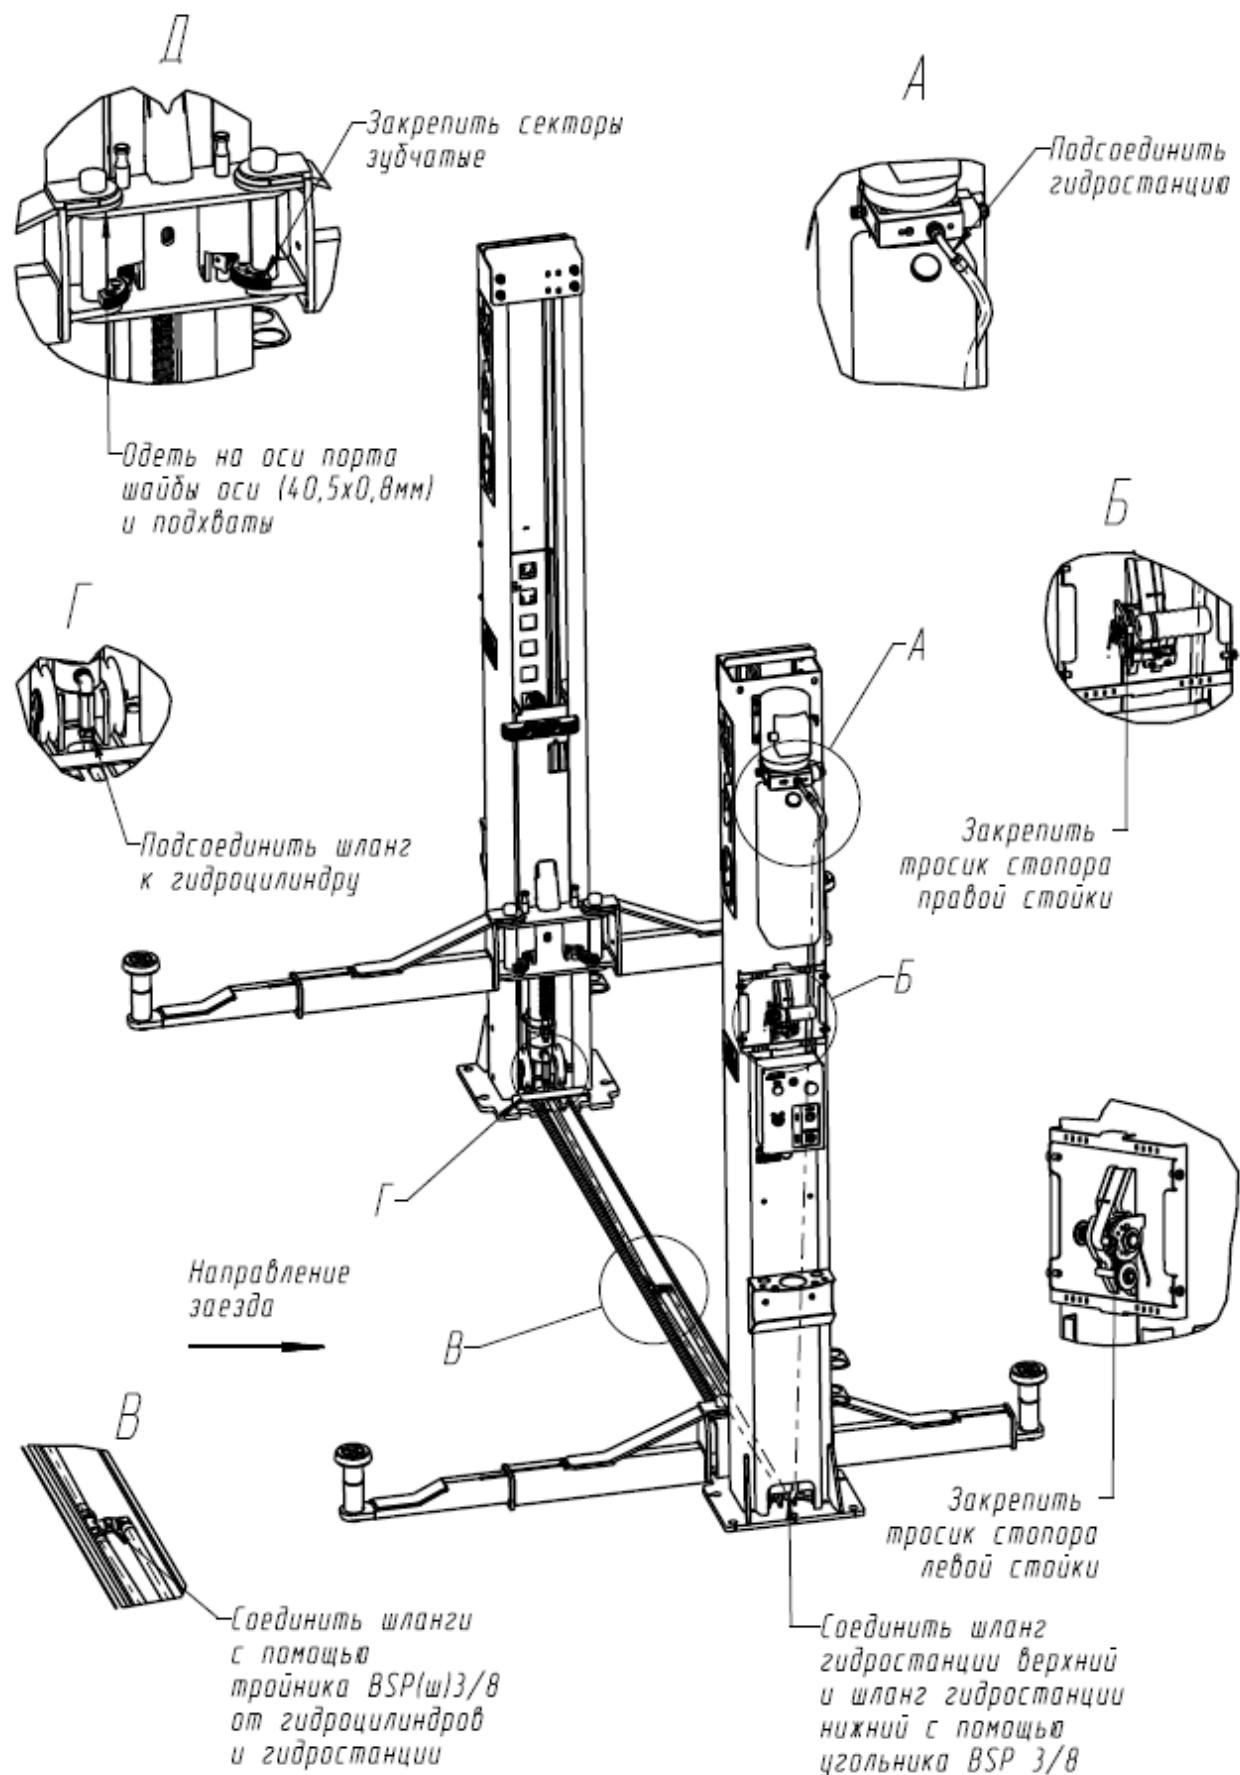

Рисунок 6.2 - Соединение рукавов высокого давления и крепление тросика стопорения.
6.4 Рукава высокого давления (шланги) соединить между собой при помощи тройника согласно схеме гидравлической принципиальной (см. приложение А и Рисунок 6.2). При затяжке гаек не допускается скручивание рукавов. Тройник должен располагаться горизонтально (см. Рисунок 6.2 вид В).
6.5 Установить тросик системы стопорения (см. Рисунок 6.2). Для этого снять кожуха правой и левой стойки. Тросик системы стопорения зафиксировать на барабане правой стойки (см. Рисунок 6.2, вид Б). Другой конец тросика протянуть к барабану левой стойки – вниз, затем горизонтально с использованием отклоняющих блоков и вверх (перед барабаном левой стойки закреплен еще один отклоняющий блок). Выбрать слабину тросика и зафиксировать его на барабане левой стойки.
6.12 Установить шайбы оси порта каретки 40,5x0,8. Затем установить подхваты на вваренные в каретки оси и зафиксировать, закрепив на нижней вилке подхвата зубчатые секторы. Убедиться, что подхваты опираются на шайбы оси. На оси портов кареток надеть заглушки оси порта каретки (пластик) (см. Рисунок 6.2). Эксплуатация подъемника без установки секторов не допускается.